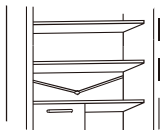

Fig. 20
- Houd de afvoerleiding (fig. 20) schoon in het koelgedeelte en hou het vrij van water.